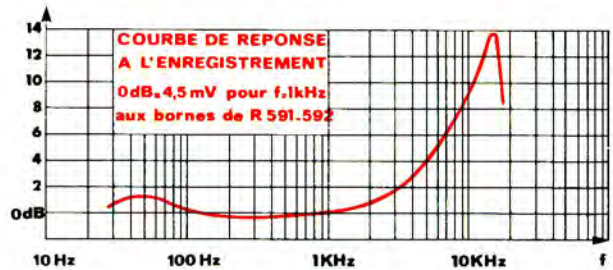

Fig. 33
8. CONTROLE DE LA COURBE DE REPONSE EN ENREGISTREMENT (Fig. 33)